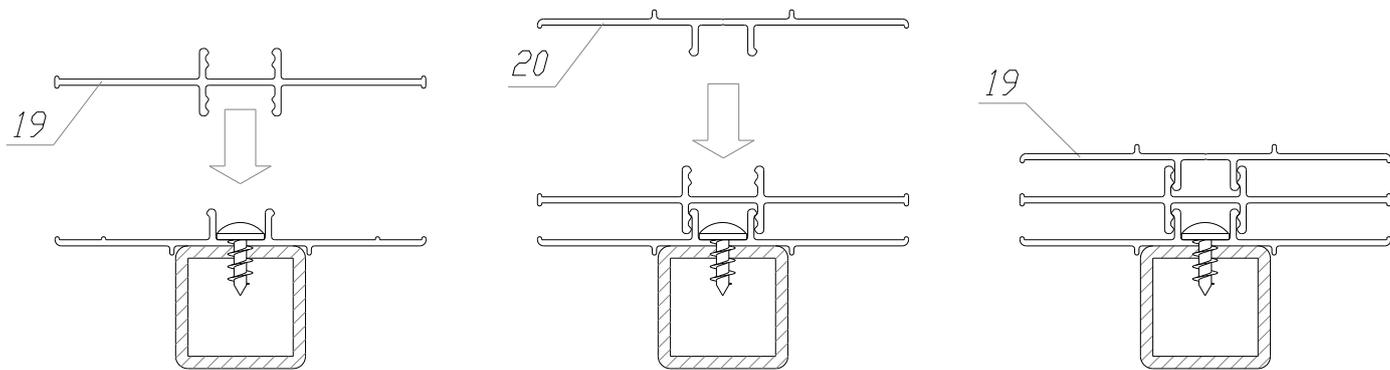

Рис. 6.3
6.5. Последовательно пристегните к гибкому профилю, закрепленному на дуге, остальные гибкие профили, как показано на рис. 6.3.